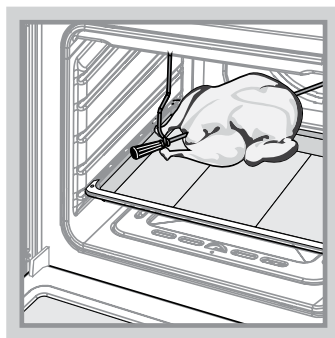

Рис. 12
- Насадите на штык кусок мяса или тушку птицы (привязав крылья и ноги к тушке) и закрепите его вилками посредством крепежных винтов. Штык вертела располагается по диагонали внутри духовки. Закрепленный на штыке кусок мяса должен находиться точно под грилем (рис. 12).